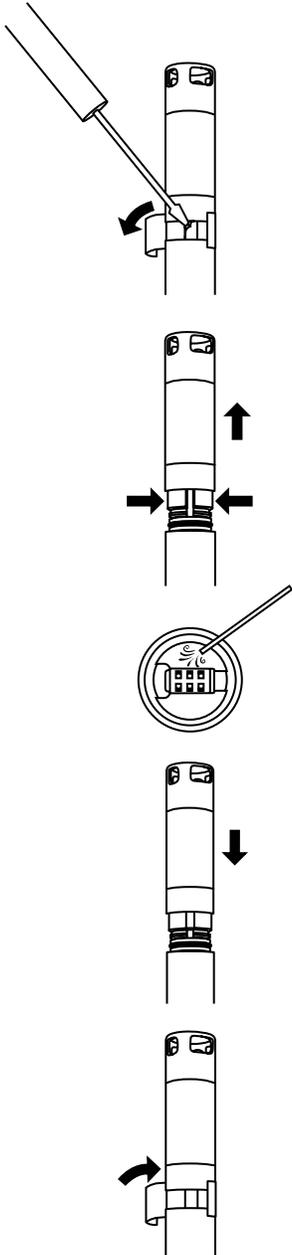

Figura 81 Sustituir el módulo del sensor
1. Despegue y deseche la etiqueta que cubre la unión del cuerpo del sensor y el módulo (Figura 81).